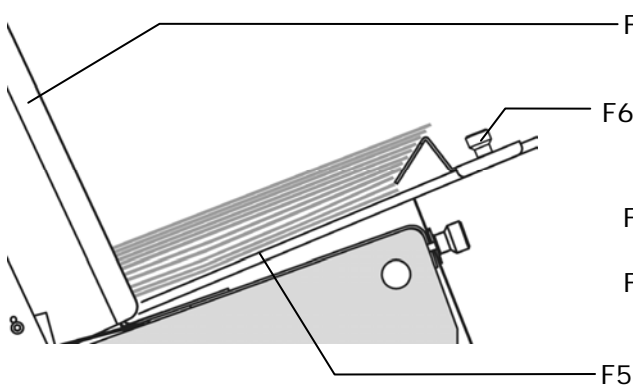

Abbildung 86: Justieren der Papierzuführungsrampe und der Führung (Seitenansicht)
Bringen Sie die Zuführungsrampe (F5) in eine niedrige und mittige Position. Legen Sie einen kleinen Papierstapel ein, wie in Abbildung 86 gezeigt.
- Justieren Sie die Führung (F6), wie in Abbildung 86 dargestellt. Die untersten zwei oder drei Exemplare des Materials sollten lose aus dem Stapel fallen, sodass sie mühelos von den Zuführungsrollen erfasst werden können.